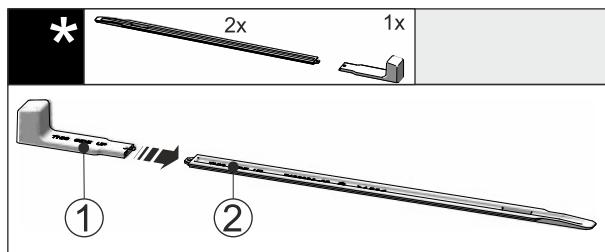

Fig. 43
- ▶ Поставете монтажната дръжка Fig. 43 (1) на нивелиращата релса Fig. 43 (2).